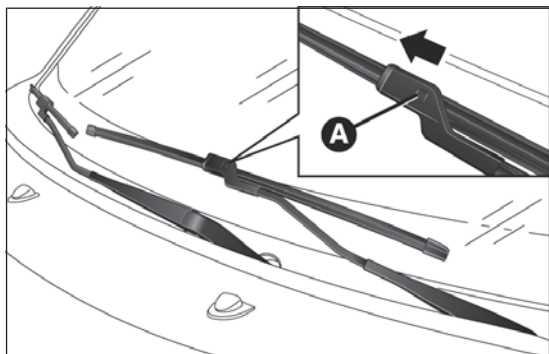

fig. 218
- ☐ sollevare il braccio del tergicristallo, premere la linguetta A fig. 218 della molla di aggancio ed estrarre la spazzola dal braccio;